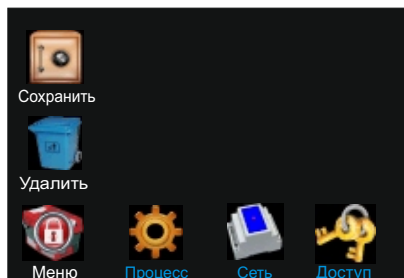

Рис. 19. Экран в состоянии блокировки
8.10 Блокировка клавиатуры происходит на любой странице любого меню и обозначается появлением в нижнем левом углу экрана мигающей пиктограммы в виде замка (Рис. 19).